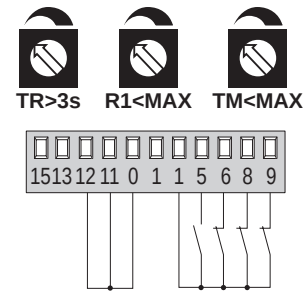

Fig. 5.1
- (Abb. 5.1) Verwendung ohne Endschalter.